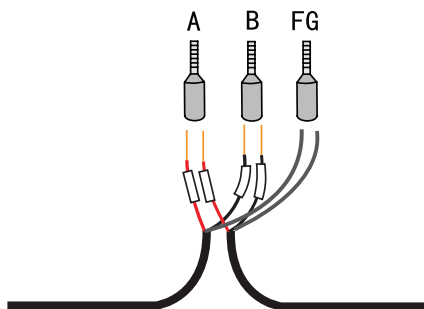

图8-13 端子压线示意
- 步骤 4 两根线缆的屏蔽层拧成一束，用热缩套好后插入冷压端子压好。如图 8-13 所示。